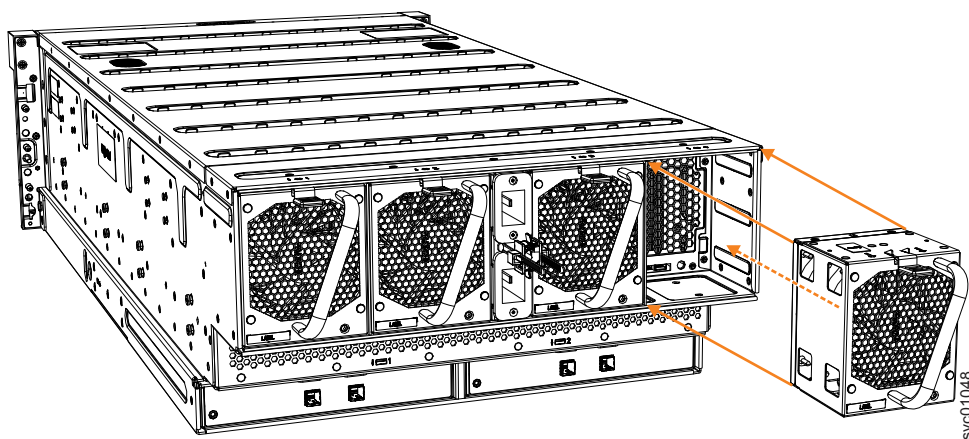

図 92. ファン・モジュールの取り外し
3. 図 92 に示されているように、ハンドルを使用して、ファン・モジュールをエンクロージャーのシャーシから引き出します。